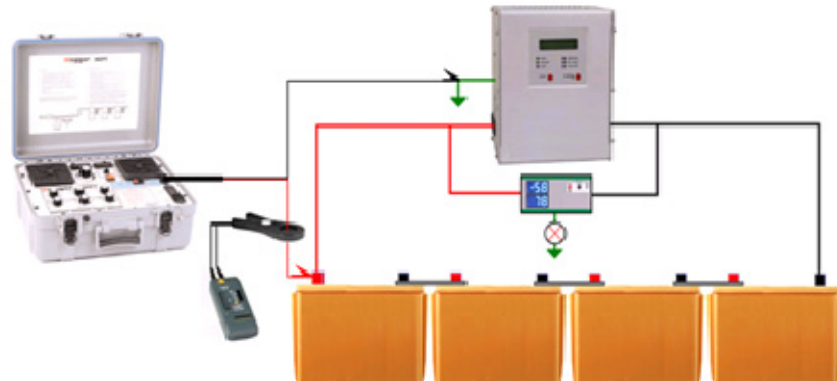

Figura 4: Conexiones de Prueba
4. Coloque el receptor en (x100) y el TC del receptor en el conductor rojo del transmisor del BGFT, según se indica en la Figura 4.